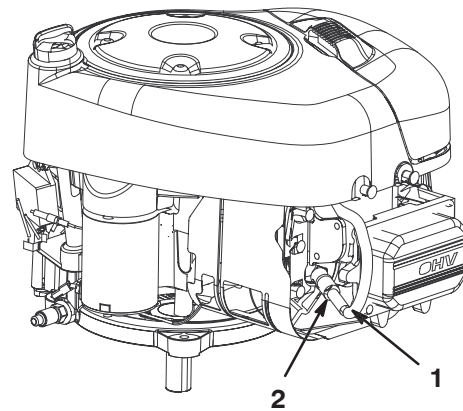

Bild 23
5. Fassen Sie über dem linken Hinterrad unter das Chassis und ziehen Sie das Kabel von der Zündkerze ab (Bild 23).
- Stecken Sie das Zündkabel wieder auf die Zündkerze auf (Bild 23).